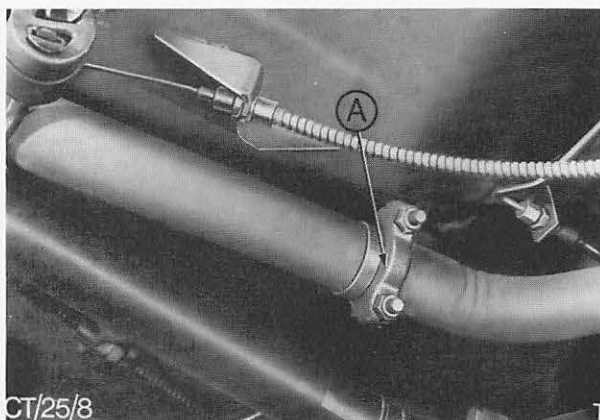

Abb. 12 A = Klemmschelle
2. Klemmschelle vor der Hinterachse vom Auspuffrohr abbauen, Abb. 12.